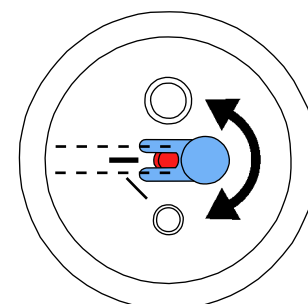

Рис. 12
- У струйных бачков 25 - 70 мкм необходимо отрегулировать положение дозирующего сопла (Рис. 12)!